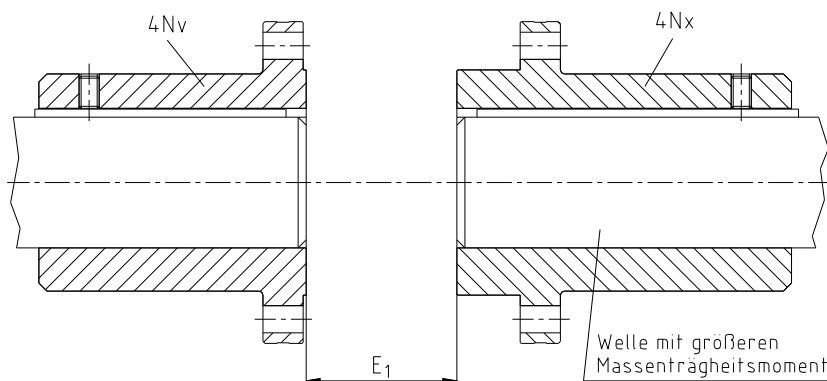

Bild 4: Montage der Kupplungsflansche
- Montieren Sie die Kupplungsflansche (Bauteil 4Nv und 4Nx) auf die Welle der An- und Abtriebsseite. Der Kupplungsflansch (Bauteil 4Nx) für die Montage der Bremsscheibe (Bauteil 15Nx) ist auf das Wellenende zu setzen, an dem das größere Massenträgheitsmoment wirksam wird (siehe Bild 4).
- Die Innenseiten der Kupplungsflansche (Bauteil 4Nv und 4Nx) müssen bündig mit den Stirnseiten der Wellen abschließen (siehe Bild 4).
- Verschieben Sie die Aggregate in axiale Richtung, bis das E₁-Maß erreicht ist (siehe Bild 4).